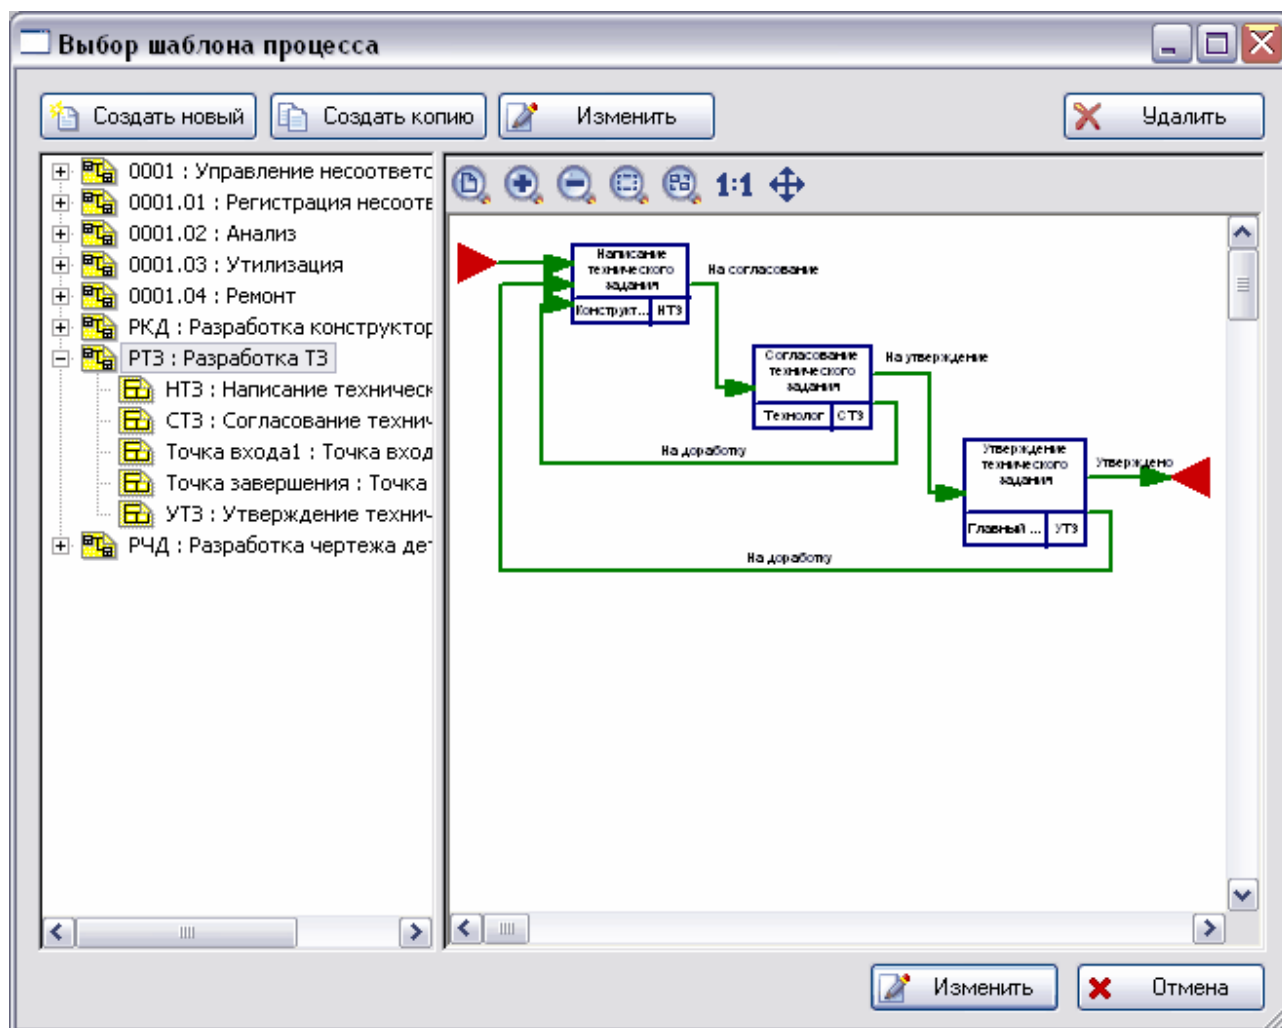

Рис. 4 Выбор шаблона процесса
Выбор шаблона процесса производится непосредственно при входе в модуль **Редактор шаблонов процессов** или после нажатия на кнопку  панели инструментов модуля. Выбор ведется в диалоговом окне **Выбор шаблона процесса** (Рис. 4).
1. Нажать кнопку  **Создать новый** в диалоговом окне выбора шаблона процесса для редактирования (Рис. 4).